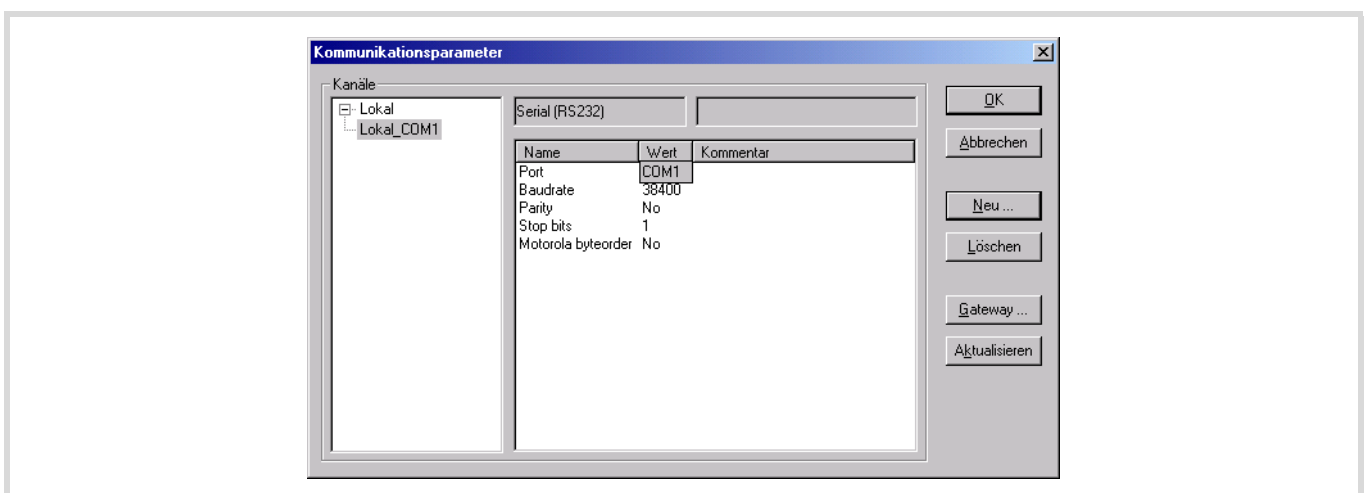

Abbildung 59: Vorwahl Kommunikationsparameter
- Wählen Sie die in der Abbildung 59 eingetragenen Werte vor.